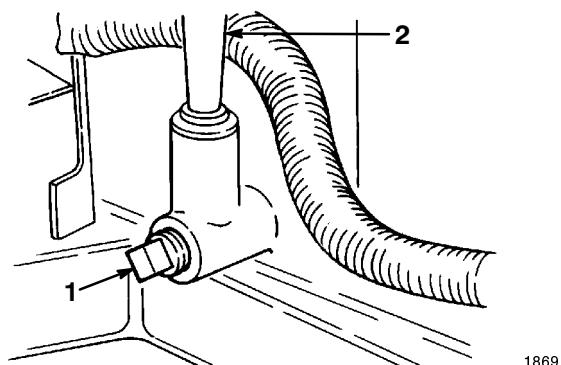

Bild 16
4. Stellen Sie eine Auffangschale unter den Ölpeilstab/das Einfüllrohr und entfernen die Verschluss schraube (Bild 16).